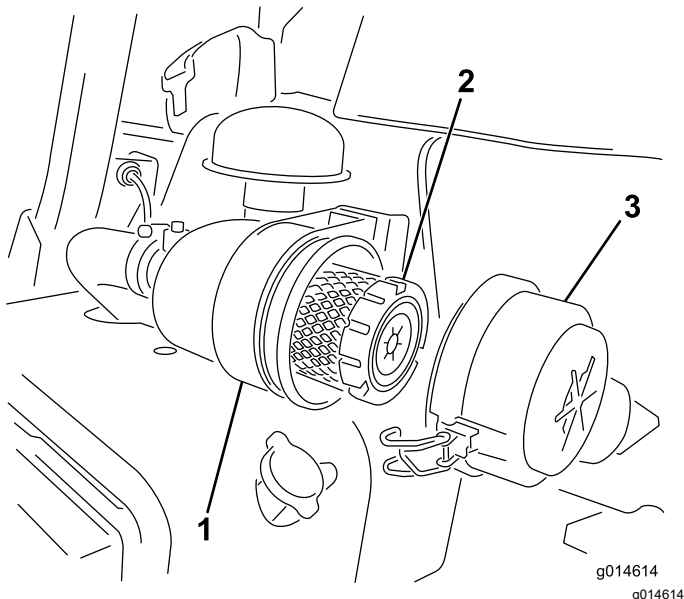

Bild 26
1. Lösen Sie die Riegel, mit denen die Abdeckung des Luftfilters am Luftfiltergehäuse befestigt ist (Bild 26).
7. Befestigen Sie die Laschen (Bild 26).